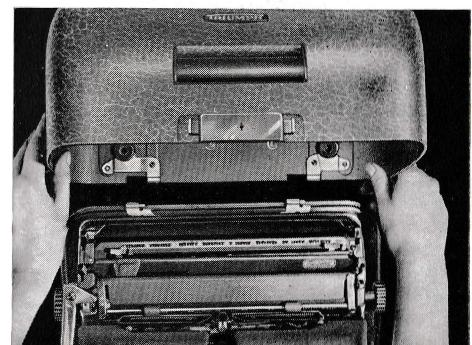
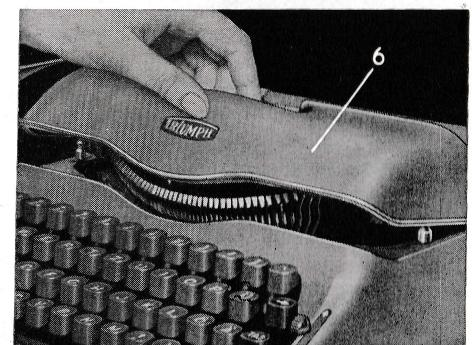

Abb. 2
Abb. 3
Der Deckel des Metallkoffers wird abgenommen, indem man ihn nach rechts aus seiner Scharnierlagerung herausschiebt (Abb. 2).
Um die Abdeckhaube (6) abzunehmen, greift man in die Aussparung und klappt sie — wie bei einer Scharnierlagerung — vorn auf. Dadurch wird sie von der Arretierung gelöst. Die Abdeckhaube kann abgenommen werden (Abb. 3).
Zuerst hinter die beiden inneren Zinken (Bild 1), darin unter die beiden mittleren Haken (Bild 2), zuletzt in die beiden äußeren Haken (Bild 3).